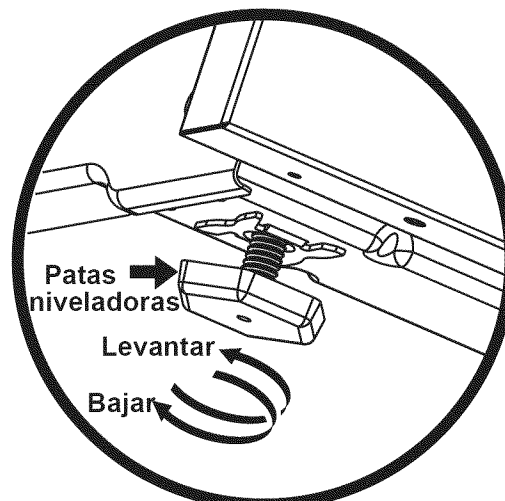
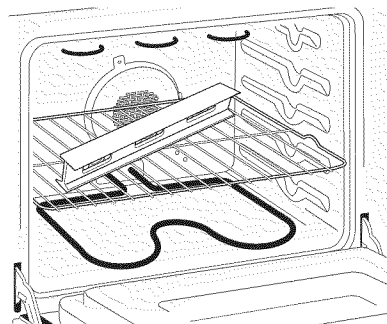

Figura 13
Figura 17
3. Verifique si la cocina está nivelada colocando una parrilla en el centro del horno y poniendo un nivel sobre esta (figura 17).
2. Ponga un nivel sobre la parrilla (figura 17). Tome dos lecturas con el nivel puesto diagonalmente en una dirección y después en la otra. Nivele la estufa, si es necesario, ajustando las 4 patas niveladoras con una llave de tuercas (figura 13).